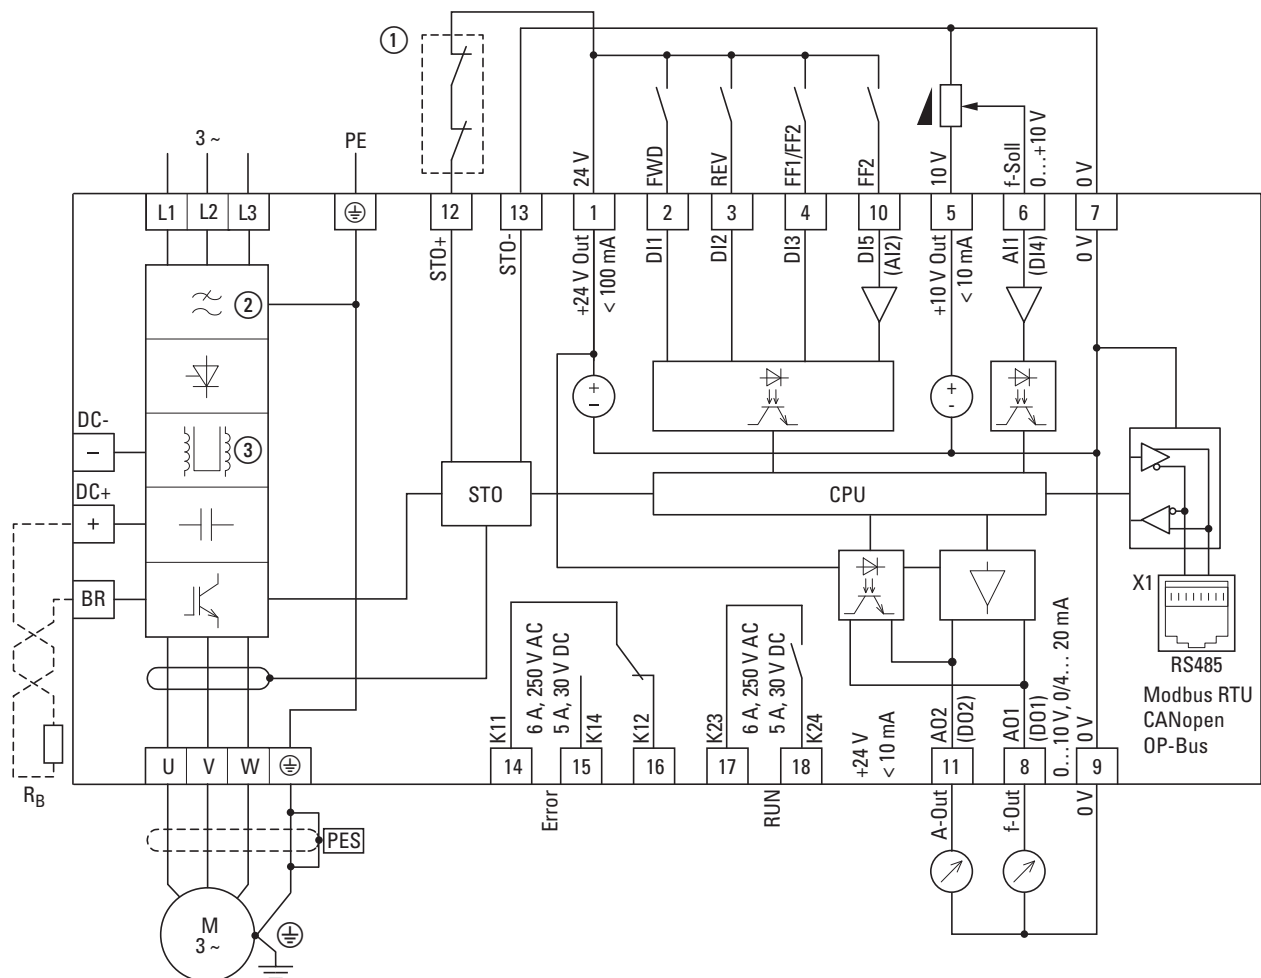

Abbildung 91: Blockschaltbild DA1-...-B55C
① Direkte Freigabe der STO-Funktion oder Relais: Safe Torque Off (STO), SIL 2 (EN 61800-5-2) wie in → Abbildung 91, Seite 126.
② Der RFI-Filter ist im Gerät DA1-35-...-B6XC nicht enthalten.